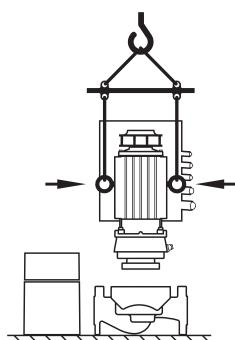

Fig. 9: Transport motora
- Ako su transportne ušice premeštene ili treba da se premeste sa prirubnice motora i montiraju na kućište motora, onda smeju da se koriste isključivo za nošenje, odnosno transport utičnog sklopa (Fig. 9), ali ne i za transport cele pumpe, niti za odvajanje utičnog sklopa iz kućišta pumpe.